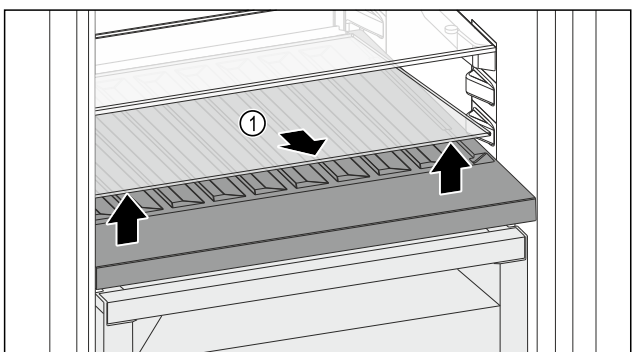

Fig. 214
- Soulever la plaque de verre Fig. 214 (1) au niveau de l'évidement avant et la retirer.
- Entreposer la plaque de verre Fig. 214 (1) dans un endroit sûr hors de l'appareil.
- Insérer la plaque de verre (2) sous le compartiment à bouteilles amovible.